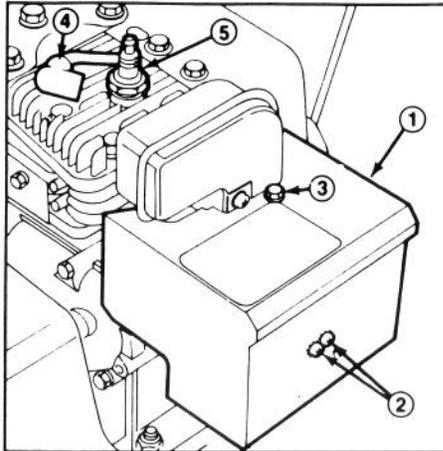

Figure 16
Remarque: Modèle 521 seulement) Pour mettre le moteur en marche à 4°C (40°F) ou à des températures plus élevées, enlevez la boîte de chauffage du carburateur (Fig. 16). Il faut toutefois remettre la boîte de chauffage à des températures inférieures à 4°C ou 40°F. Pour enlever la boîte de chauffage du carburateur, procédez comme suit:
1. Poussez le fil de haute tension sur la bougie d'allumage (Fig. 16).
Pour éviter la mise en marche accidentelle du moteur pendant les travaux d'entretien, mettez la clé d'allumage en position d'arrêt et retirez-la du contact. Enlevez ensuite le fil de haute tension de la bougie (Fig. 16) et assurez-vous que le fil ne puisse accidentellement toucher la bougie.
1. Enlevez le câble à haute tension de la bougie et assurez-vous que le câble ne touche pas accidentellement la bougie (Fig. 16).